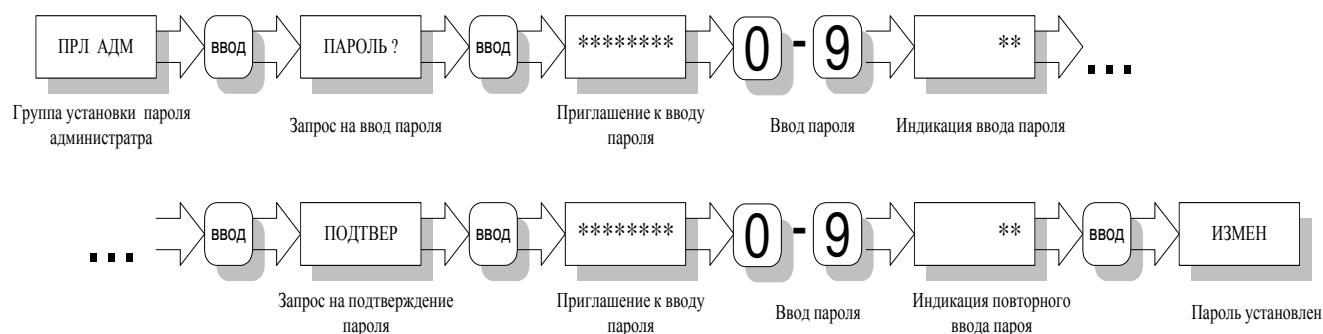

Рис. 19
5.3.15.3.4. Длина пароля от 1 до 8 символов. Вводимый пароль отображается на индикаторе маскирующими символами “\*”. При вводе пароля кнопку “▼” можно использовать для удаления последнего введенного символа, кнопку “\*” для сброса введенного пароля. Алгоритм установки пароля – на рис.19.